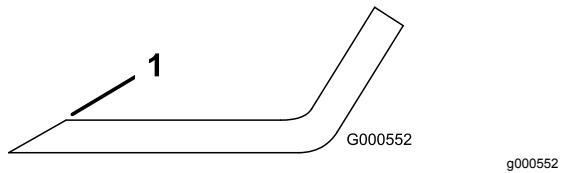

Bild 58
1. Schärfen Sie die Schnittkante an beiden Enden des Schnittmessers mit einer Feile (Bild 58).
Hinweis: Feilen Sie, wenn das Schnittmesser nicht ausgewuchtet ist, vom Windflügelbereich des Messers etwas Metall ab (Bild 58).